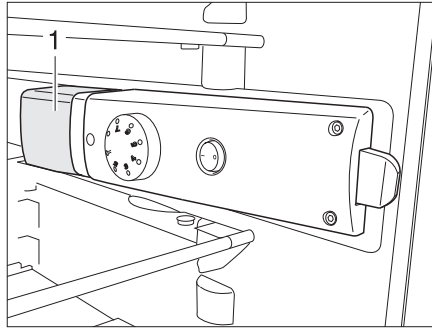

Bild 284 Kühlschrankleuchte
- Von hinten unter die Leuchtenabdeckung (Bild 284,1) fassen und Leuchtenabdeckung ca. 3 mm anheben.